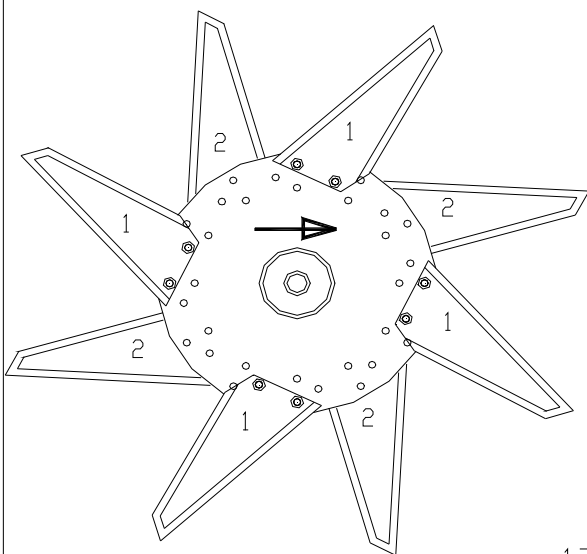

Fig. 4.
7. Dyb fure-knivene (leveres standard med maskinen) kan monteres på rotoren, se fig. 4. På fig.4. monteres fire knive ligeligt fordelt på en skive. På følgende skive monteres knivene en position videre. På fig.4 er det angivet med et nummer på knivene. Et betyder første skive osv. Monter knivene præcist som vist på tegningen på fig. 4. Se kapitel 12 for yderligere oplysninger om knivene og montagen.